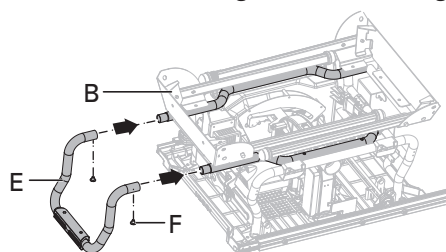

Fig. 2b
- Fixer les tubes de l'ensemble de soutien du socle (E) aux tubes correspondants (situés sur le côté du rangement de la clé pour lame) sur l'ensemble du socle (B) et aligner les trous. Insérer les vis à tête plate arrondie M8 x 10 (F) dans le trou et serrer avec la clé hexagonale 5 mm. (Fig. 2b)